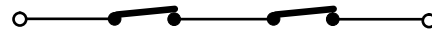

Fig. 12
**N.B. Als twee of meer voorzieningen dezelfde functie hebben (opening of sluiting), dan moeten ze in serie worden geschakeld (zie fig.12). Er moeten rustcontacten worden gebruikt.**